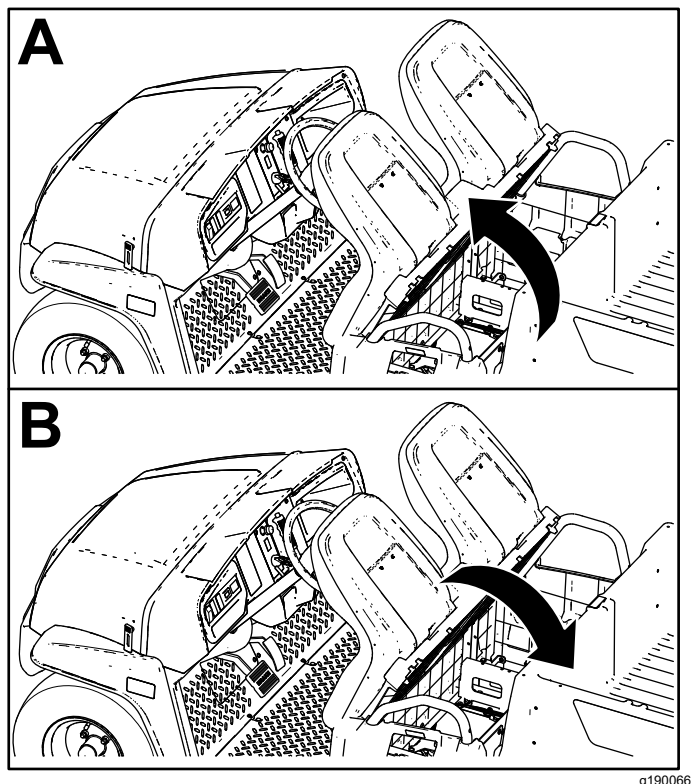

Figura 26
Per sollevare il gruppo sedile, spingetelo in avanti fino ad appoggiarlo al volante (**Figura 26**).
Per abbassare il gruppo sedile, spingetelo indietro fino a riportarlo nella posizione originale (**Figura 26**).
1. Spingete il gruppo sedile in avanti in posizione di sollevamento (**Figura 26**).